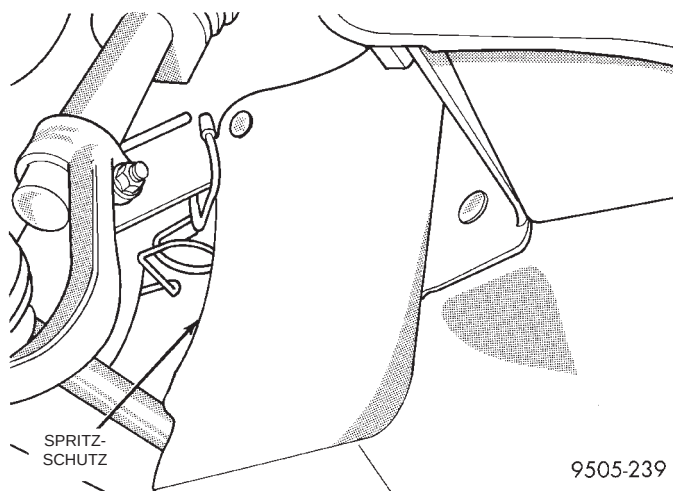

**Abb. 35 Spritzschutz für Aggregateantrieb**
- (1) Minuskabel (-) von der Batterie abklemmen und isolieren.
- (2) Das Servoöl mit einem Saugheber so gut wie möglich aus dem separat montierten Ölbehälter absaugen.
- (3) Ölzufuhrschlauch vom Ölbehälter lösen. Der Ölzufuhrschlauch wird zusammen mit der Servopumpe ausgebaut.
- (4) Fahrzeug anheben.
- (5) Rechtes Vorderrad abbauen.
- (6) Spritzschutz für Aggregateantrieb vom rechten Radkasten abbauen (Abb. 35).
(13) Spritzschutz für Aggregateantrieb am rechten Radkasten anbauen (Abb. 35).
(14) Rechtes Vorderrad abbauen. Die Radmuttern aufschrauben und in der vorgeschriebenen Reihenfolge festziehen, bis alle Radmuttern mit dem halben Anzugsmoment angezogen sind. Dann die Reihenfolge wiederholen und die Radmuttern mit dem vollen Anzugsmoment von 129 N·m (95 ft. lbs.) festziehen.
(15) Fahrzeug absenken.
(16) Den Ölzufuhrschlauch am Anschlußstutzen des Ölbehälters montieren. Dann die Schlauchklemme einbauen und sicherstellen, daß die Schlauchklemme hinter der Wulst am Anschlußstutzen sitzt.
(17) Servoöl in den Ölbehälter füllen, bis der korrekte Füllstand erreicht ist.
(18) Minuskabel an der Batterie anschließen.
(19) Motor anlassen und einige Sekunden laufen lassen. Dann den Motor abstellen.
(20) Ggf. Servoöl nachfüllen. Diesen Vorgang so lange wiederholen, bis der Ölstand nach dem Abstellen des Motors konstant bleibt.
(21) Fahrzeug vorn anheben. Die Vorderräder dürfen den Boden nicht mehr berühren.
(22) Motor anlassen. Das Lenkrad langsam nach links und rechts drehen, bis es gerade den Anschlag berührt. Dann den Motor wieder abstellen.